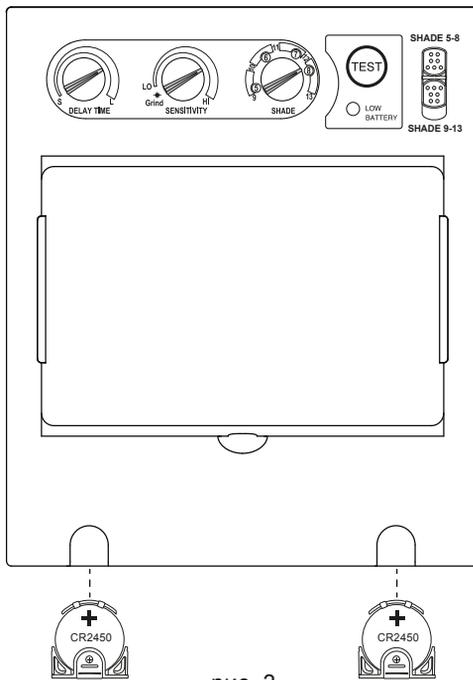

рис. 3
В таблице «Степени затемнения» выберите уровень, необходимый для выбранного сварочного процесса. Выберите диапазон (5-8DIN или 9-13DIN) степени затемнения с помощью переключателя на (рис.3.) в соответствии со способом сварки. Установите регулятор затемнения расположенный на внутренней стороне картриджа в требуемое положение.
Чувствительность может быть «HIGH» (высокая) или «LOW» (низкая). Плавная регулировка чувствительности светофильтра осуществляется с помощью ручки регулятора «SENSITIVITY», расположенной на внутренней стороне картриджа (см. рис.3). Средневысокая чувствительность рекомендуется для большинства областей применения. Максимальная чувствительность подходит для сварки с малой силой тока, TIG и других особых применений. При работе на солнце, в ярко освещенном помещении или рядом с другим сварщиком необходимо поставить ручку регулятора «SENSITIVITY» в положение «LOW» (низкая) (см. рис.3). Чтобы получить оптимальный эффект, рекомендуется сначала установить высокую чувствительность, а затем постепенно уменьшать до такого уровня, когда светофильтр начнет реагировать только на сварочную дугу, а не окружающее освещение (солнце, яркое освещение в помещении, дуга другого сварщика и т. д.). Если регулятор чувствительности стоит в положении «HIGH», то светофильтр блокируется в темном состоянии.
Регулирование времени задержки может исключить преждевременное открытие по окончании сварки, когда дуги уже нет, но раскаленный металл еще ярко светится, а также для предотвращения «мигания» светофильтра при кратковременных паузах. Задержка может быть короткой «S» (0,1 сек.) и длинной «L» (1,0 сек.). Плавная регулировка осуществляется с помощью ручки регулятора «DELAY», расположенной на внутренней стороне картриджа (см. рис.3). Короткая задержка подходит для точечной сварки, длинная задержка для сварки с большой силой тока. Длинная задержка также подходит для TIG сварки на малых токах, и TIG/MIG/MAG сварки в импульсном режиме.
Режим шлифовки «Grind» используется при обработке металла абразивными кругами, шлифовании (см. рис.3). В данном режиме светофильтр выключается. Степень затемнения зафиксирована на 3,5 DIN, что дает чистую видимость при работе с УШМ.
Перед началом сварки, для диагностики работоспособности светофильтра нажмите на кнопку «TEST» и держите (см. рис.3), если все исправно и установлено правильно, светофильтр перейдет в темное состояние, а при отпускании, автоматически вернется в светлое состояние (3,5 DIN).
1. Извлеките держатели элементов питания. (см. рис.3)